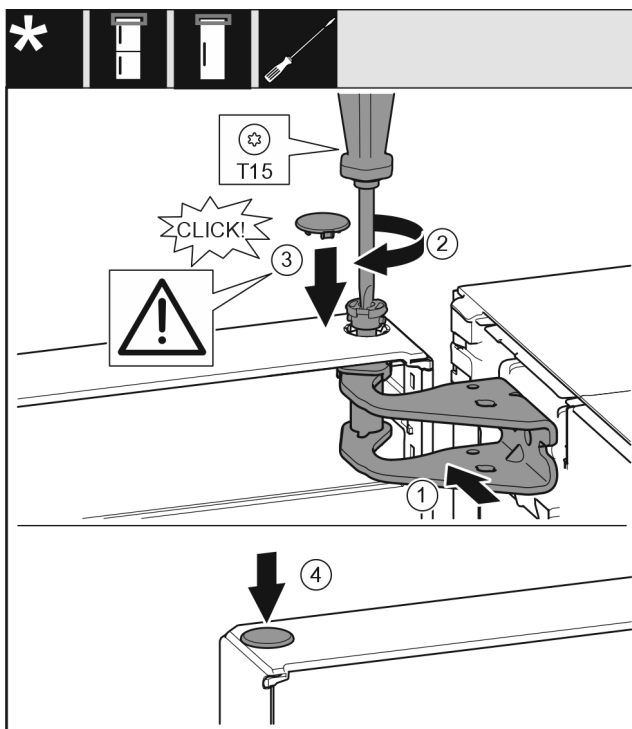

Fig. 19
- ▶ Justér døren foroven i forhold til åbningen i hængselbukken. Fig. 19 (1)
- ▶ Sæt bolten i, og skru den fast med skruetrækker T15. Fig. 19 (2)
- ▶ Montér sikringsafdækningen for at beskytte døren: Anbring sikringsafdækningen, og kontrollér, om det hviler på døren. Hvis dette ikke er tilfældet, skal boltens sættes helt i. Fig. 19 (3)
- ▶ Sæt propperne i. Fig. 19 (4)